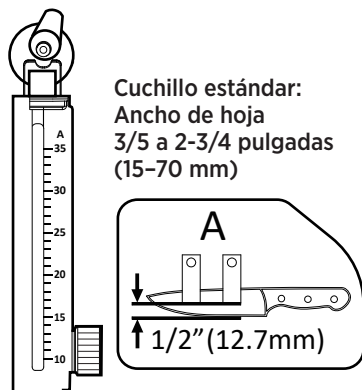

Fig. 6
1. Cuchillo estándar: Las cuchillas con un ancho de 3/5 a 2-3/4 pulgadas (15-70 mm) se refieren a la posición de montaje **A**, como se indica en la etiqueta de la base. El rango del ángulo de afilado es de 10°-35°(Ver Fig. 6).